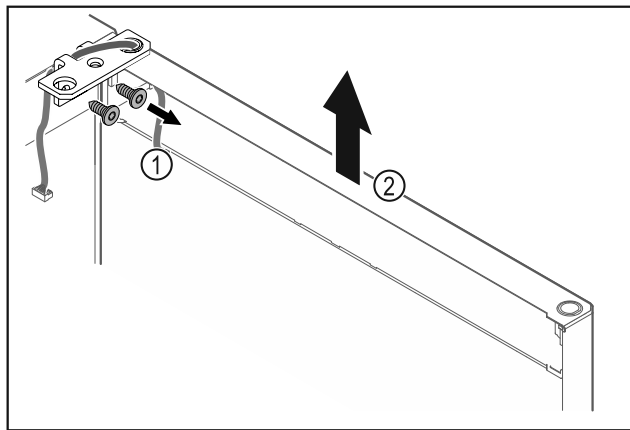

Fig. 26
- Odšroubujte úhelník závěsu Fig. 26 (1).
- Zvedněte dvířka včetně úhelníku závěsu Fig. 26 (2) přibližně 200 mm rovně směrem nahoru a vyjměte je.